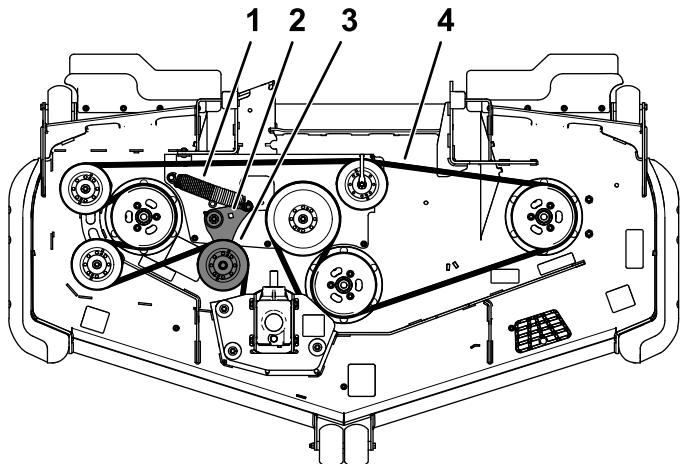
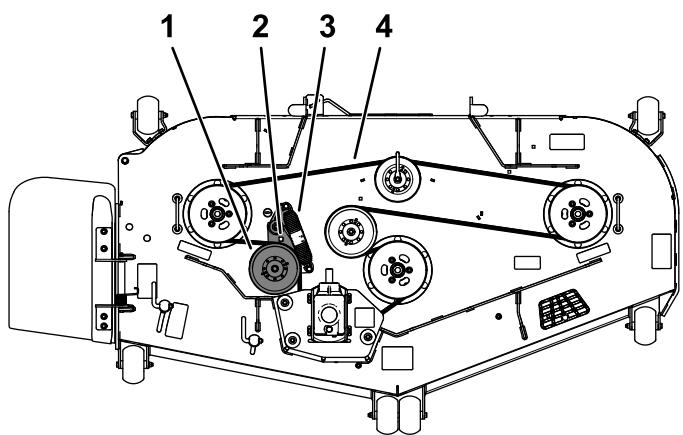

Figure 61
Figure 62
5. Insérez un rochet dans le trou carré du bras de la poulie de tension pour détendre le ressort de la poulie de tension (Figure 61 ou Figure 62).
7. Installez la nouvelle courroie sur les poulies (Figure 61 ou Figure 62).
8. Veillez à engager les extrémités du ressort dans les rainures d'ancrage, puis insérez le rochet dans le trou carré et chaussez la courroie sur la poulie de tension (Figure 61 ou Figure 62).